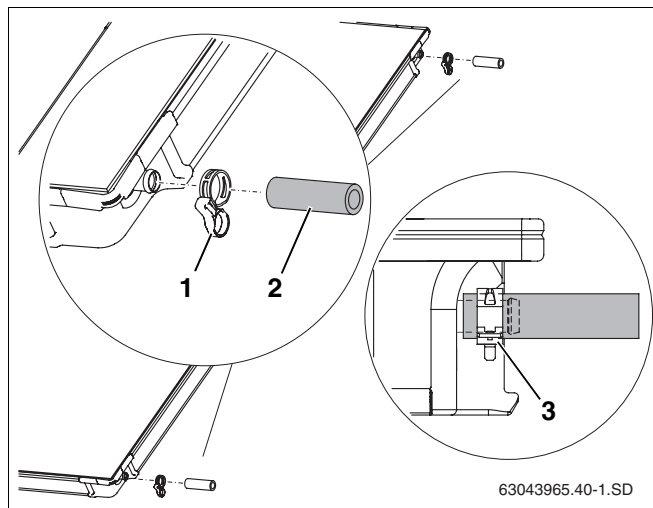

Рис. 39 Предварительный монтаж соединительного комплекта на втором коллекторе
- Надеть шланги 95 мм (рис. 39, поз. 2) на правые штуцеры второго и всех других коллекторов.
- Надеть пружинные хомуты (рис. 39, поз. 1) на шланг солнечного коллектора (второй хомут будет потом фиксировать подключение другого коллектора).
- Если пружинный хомут установлен правильно, то нужно потянуть фиксирующее кольцо для фиксации соединения (рис. 39, поз. 3).